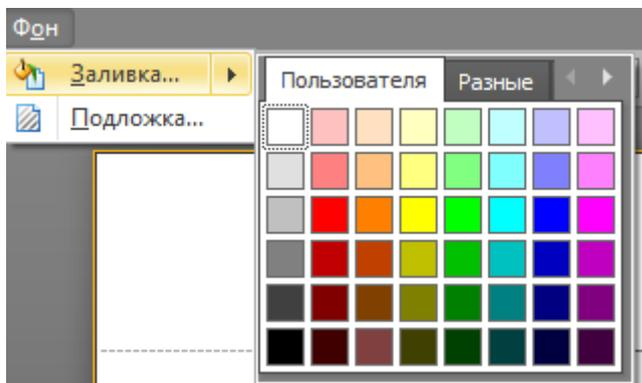

Рисунок 123
9.3 Контекстное меню Фон (рис.123)